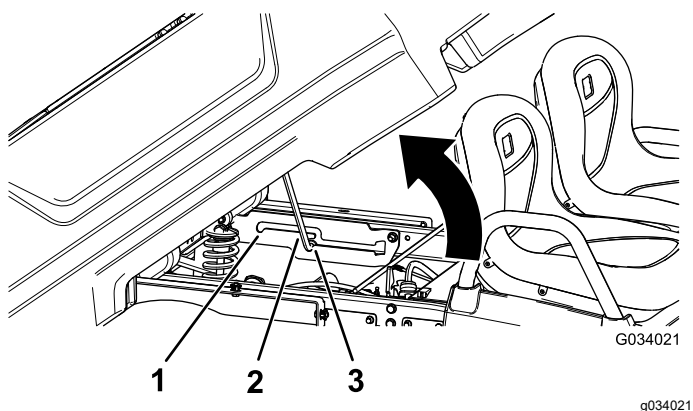

图 16
2. 将支撑杆拉入倾倒位置止动槽固定货斗以进行倾倒图 16。
2. 将支撑杆拉入维修位置止动槽固定货斗以进行维护图 16。
2. 将支撑杆拉出止动槽图 16。